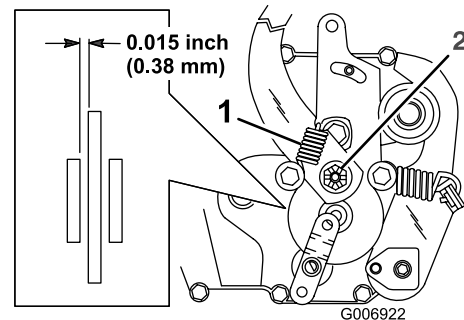

Figura 32
Il freno di stazionamento si trova sul lato destro del ponte posteriore, all'interno del pneumatico posteriore (Figura 32). Se il freno di stazionamento non è saldo, mettetelo a punto.
2. Togliete la molla del braccio del freno (Figura 32).
3. Togliete la coppiglia che fissa il dado di regolazione del freno, ed allentate lentamente il dado (Figura 32).
4. Inserite uno spessimetro di 0,38 mm fra il disco del freno e la pastiglia (Figura 32).